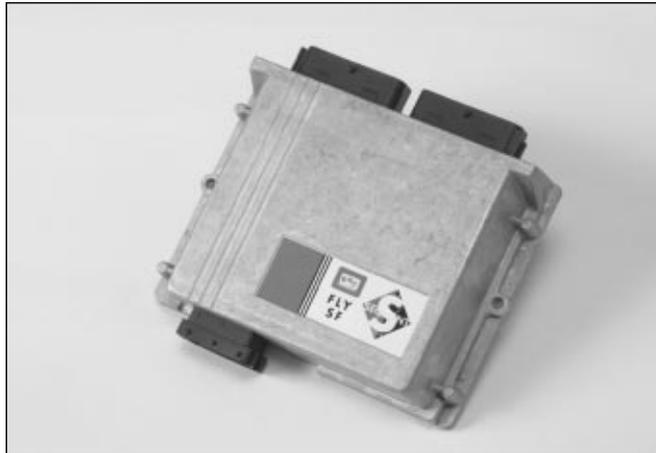

Fig. 34
**Nella versione con due connettori (fig. 34), uno a 56 vie e l'altro a 24 vie sono disponibili due ulteriori tipi di centralina Fly SF: una per gestire veicoli fino a 6 cilindri, ed un'altra per gestire veicoli fino a 8 cilindri.**